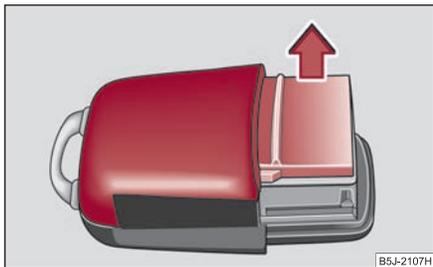

Fig. 34 Tapa de la carcasa del emisor
- Retire la tapa de la carcasa de la emisora ⇒ fig. 34 en la dirección de la flecha.